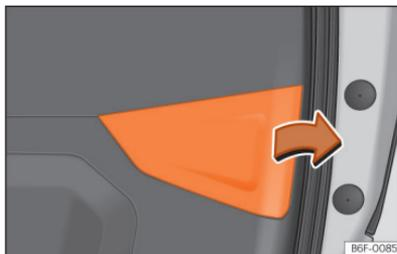

Fig. 171 Porta da bagageira aberta: retirar a tampa.
- Retirar a tampa da porta da bagageira no sentido da seta »» **Fig. 171**.